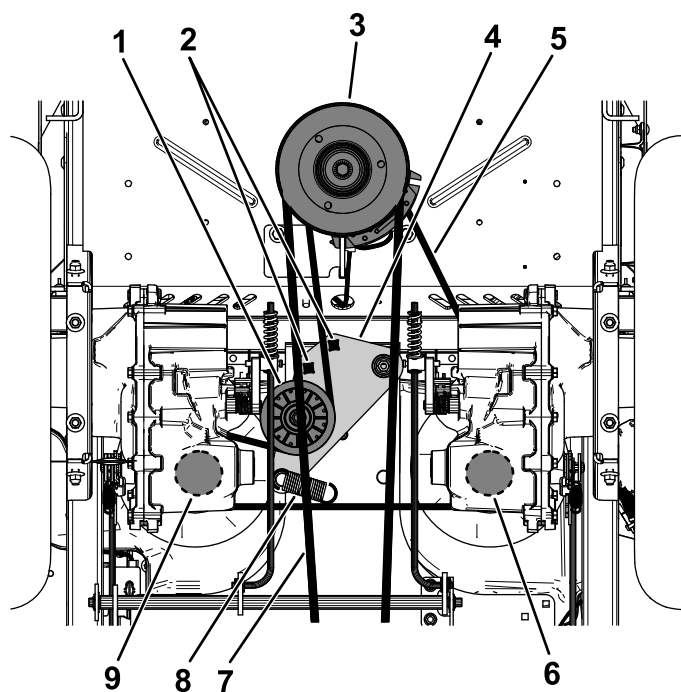

Figura 62
5. Folosiți o cheie cu clichet de 1/2" sau o bară de forță în unul din orificiile pătrate ale braului rolei de ghidare pentru a elimina tensiunea arcului rolei de ghidare (Figura 62).
6. Îndepărtați cureaua existentă de pe fulia rolei de ghidare, de pe cele 2 fulii de acționare a pompei hidraulice și de la fulia motorului (Figura 62).
7. Montați cureaua nouă în jurul fuliei rolei de ghidare, fuliei motorului și în jurul celor 2 fulii ale pompei hidraulice (Figura 62).